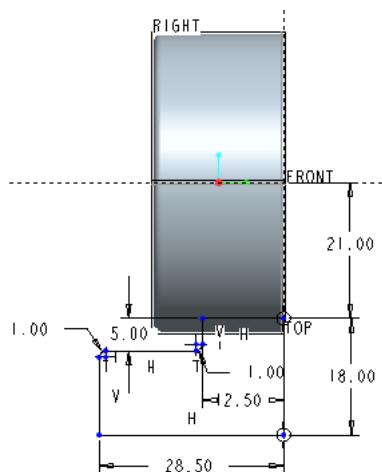
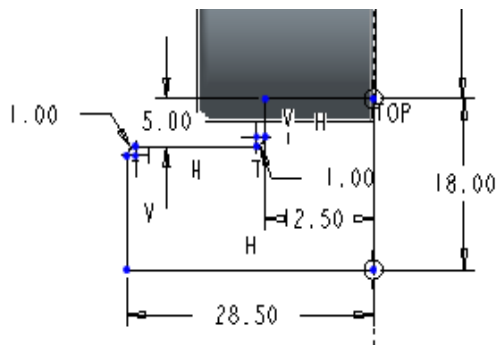

図 6-38 台座部の形状定義
図 6-39 台座部の拡大図
- ・台座部の左半分の形状を図 6-38（図 6-39 は寸法記入部の拡大表示である）のように定義する。
- ・作図を継続する過程で図 6-38, 6-39 の向きと異なって表示された場合には、データム平面を定義する際に開かれる以下の「スケッチ」に関するウィンドウ内で、「スケッチビュー方向」あるいは「回転方向」を指定して図の向きを変更することができる（図 6-40）のようにスケッチ平面を変更する。